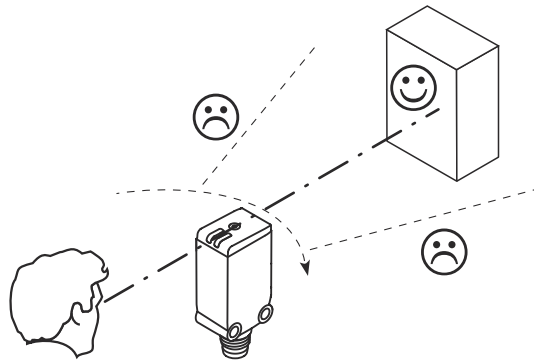

Abbildung 3: Ausrichtung des Sensors
3. Den Sensor am Objekt ausrichten. Die Position so wählen, dass der ausgesandte rote Lichtstrahl die Mitte des Objekts trifft. Es muss sichergestellt werden, dass die Optiköffnung (Frontscheibe) des Sensors komplett frei ist, siehe Abbildung 3, Seite 10.